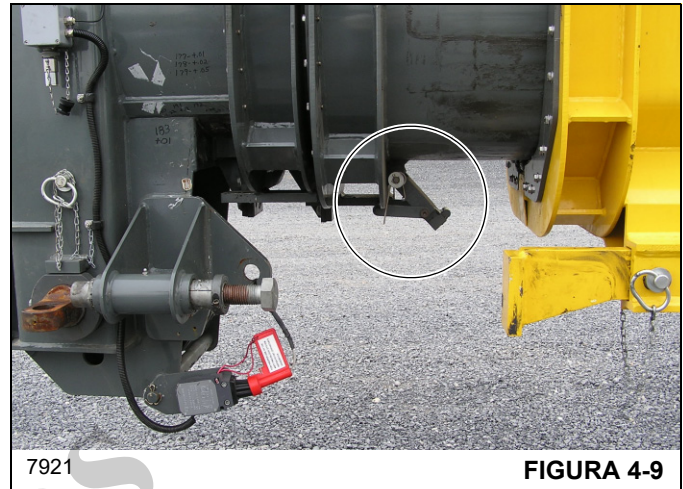

FIGURA 4-9
5. Estenda a lança o suficiente para desengatar o calço de parada da lança acionado por mola (Figura 4-9).